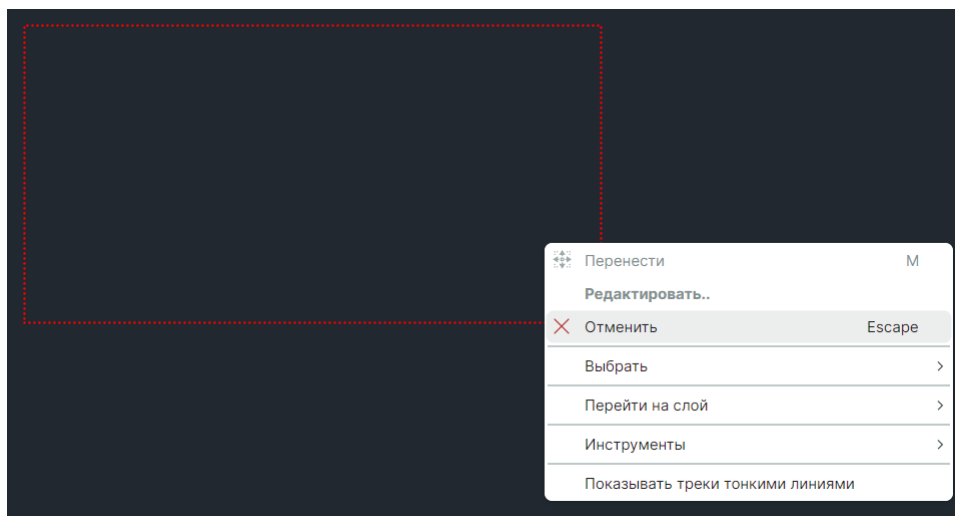

Рис. 430 Завершение работы инструмента
6. Для завершения работы инструмента «Разместить область металлизации» в контекстном меню выберите «Отменить», см. Рис. 430.